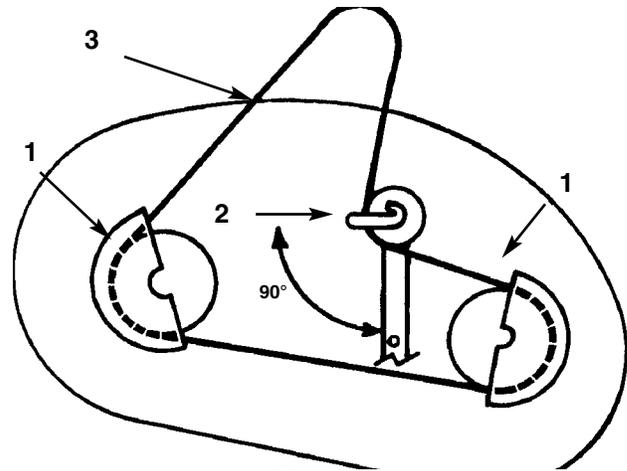

Figure 48
2. Déposer les vis de montage des carters de poulies et déposer les carters des deux poulies de lame (Fig. 48).
3. Desserrer, sans les déposer, le boulon et l'écrou retenant la poulie de renvoi et le guide de la courroie (Fig. 48).
2. Orienter le guide de courroie de la poulie de renvoi vers la gauche, à  $90^\circ$  par rapport au bras de renvoi (Fig. 48). Serrer le boulon de montage le contre-écrou retenant la poulie de renvoi et le guide de courroie.
3. Poser les carters droit et gauche des poulies à l'aide des vis de montage (Fig. 48).